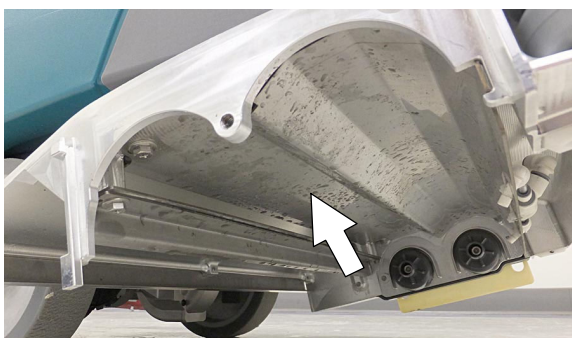

ABB. 104
3. Walzenschubbkopf - Entfernen Sie den an der Unterseite des Schubbkopfs angesammelten Schmutz (Abbildung 104).